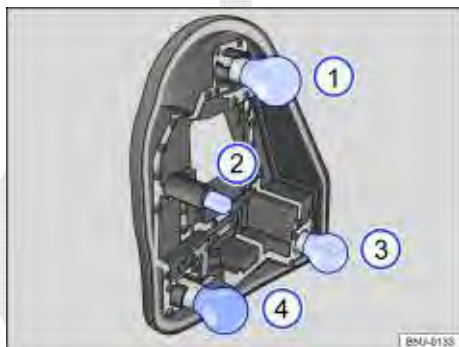

Fig. 189 No suporte das lâmpadas: localização das lâmpadas.
10.	Para remover as lâmpadas incandescentes queimadas ⇒ Fig. 189 ①, ③ e ④, pressionar a lâmpada contra o suporte e girar para removê-la.
11.	Para remover a lâmpada incandescente queimada ⇒ Fig. 189 ②, puxar a lâmpada do suporte para removê-la.
13.	Para inserir as lâmpadas novas ①, ③ e ④ no suporte, pressionar a lâmpada e girar até o batente.
14.	Para inserir a lâmpada nova ② no suporte, encaixar e empurrar a lâmpada no suporte.
A localização e a identificação das lâmpadas incandescentes ⇒ Fig. 189 estão relacionadas a seguir: